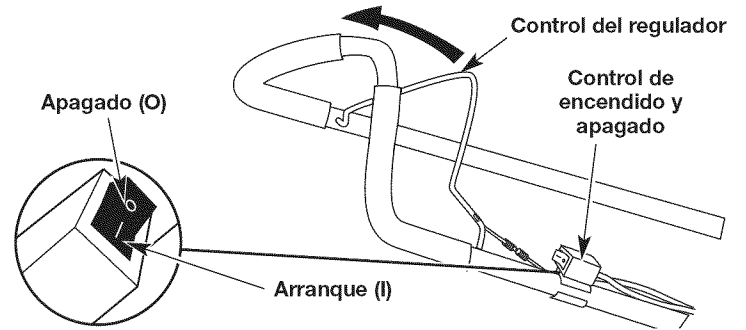

Fig. 4
**NOTA:** No hay necesidad de encender la unidad. El interruptor de Encendido/Apagado debe estar en la posición ENCENDIDO (I) en todo momento (Fig. 4).
6. **NO** oprima el control del regulador (Fig. 4). Tire de la cuerda con movimiento controlado y firme hasta que la unidad arranque.
2. Oprima y no suelte el interruptor de control de Encendido y Apagado en la posición APAGADO (O) hasta que el motor se detenga por completo (Fig. 4).